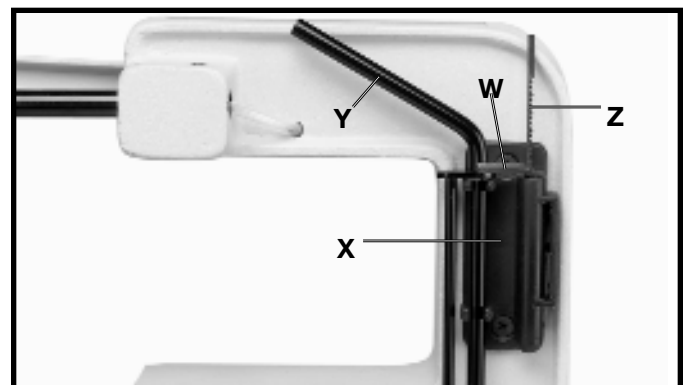

Fig. 15
13. La fig. 15 del sostenedor de herramienta (x), se utiliza para sostener la llave que cambia de la lámina del quickset (y), (para quitar la lámina de un sostenedor más bajo de la lámina), la llave Allen de 4m m (w) y las láminas adicionales (z).